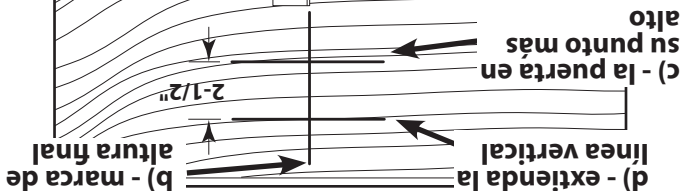

FIG. 2-1 Marca de altura final
- b) Continúe esta línea en la pared arriba de la puerta unas 12" (Fig. 2-1, a).
- Marque la altura medida en la pared arriba de la puerta (Fig. 2-1, c).
- Suma 2-1/2" a la altura marcada recién hecha en la pared. Este es el lugar para el soporte del travesaño (Fig. 2-1, d).